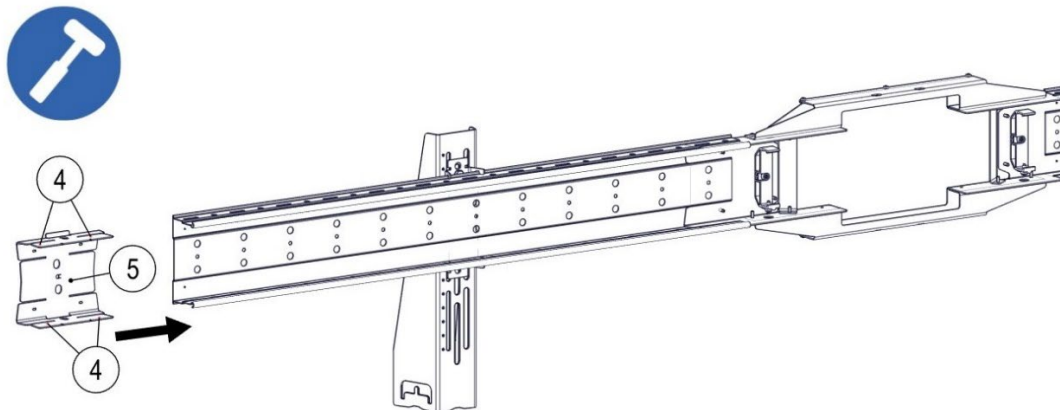

Abb. 28: Tragprofilverbinder (5) auf die Tragprofilschiene klopfen
6. Für die weitere Montage der ProShell-Tragprofilschienen zuerst einen Tragprofilverbinder (5) an das Ende des ProShell-Tragprofils mithilfe eines Schonhammers aufschieben. Dabei auf die Position der Verbindertungen (4) achten (siehe Abb. 28).